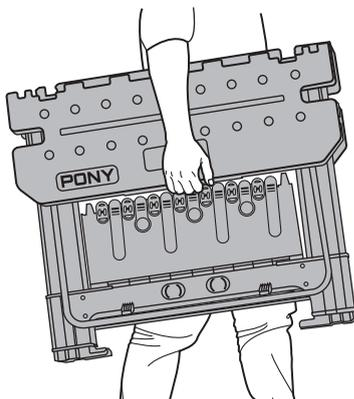

Рисунок 17
4. Легко переносите сложенный РАБОЧИЙ СТОЛ. (Рисунок 17)